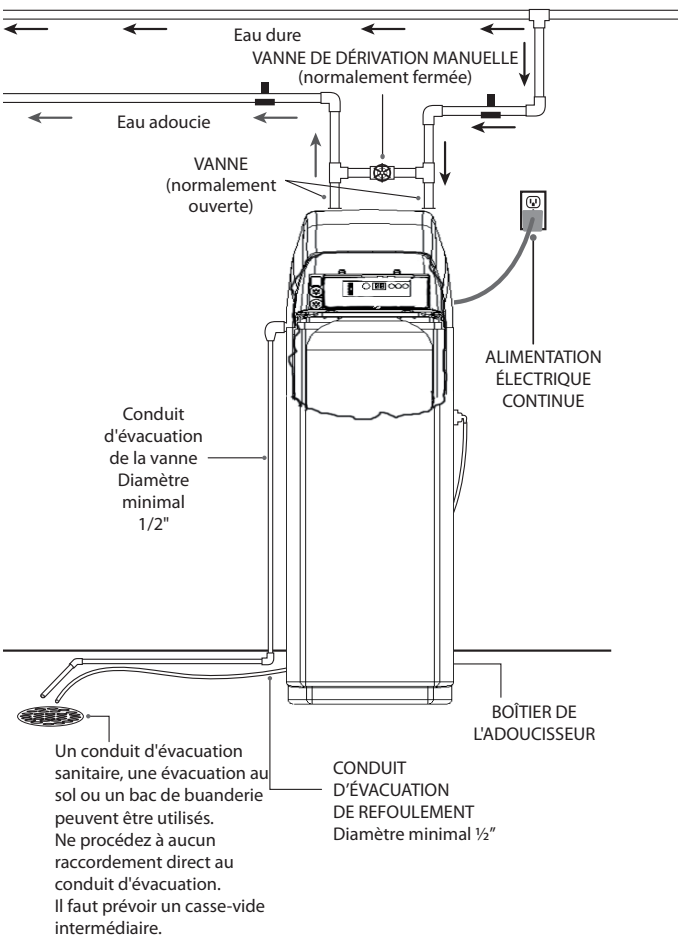

Figure 5
5. Coupez l'alimentation en eau du bâtiment. Ouvrez le robinet le plus élevé de l'installation, puis le plus bas (vous ne pouvez travailler sur des canalisations qui contiennent de l'eau). Procédez aux changements nécessaires de la tuyauterie pour la connexion du filtre sur la plomberie du bâtiment (voir Figure 5).